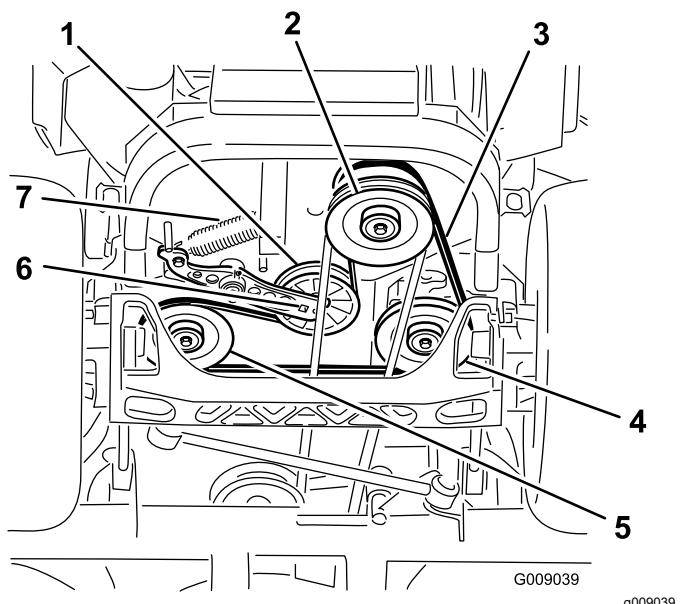

Figura 83
5. Utilice una llave de carraca en el orificio cuadrado del brazo tensor para retirar el muelle tensor (Figura 83).
6. Desenganche el muelle de la polea tensora del bastidor (Figura 83).
9. Utilizando la llave de carraca en el orificio cuadrado del brazo tensor, instale el muelle tensor en el bastidor (Figura 83).
4. Levante la máquina y apóyela sobre gatos fijos (Figura 83).